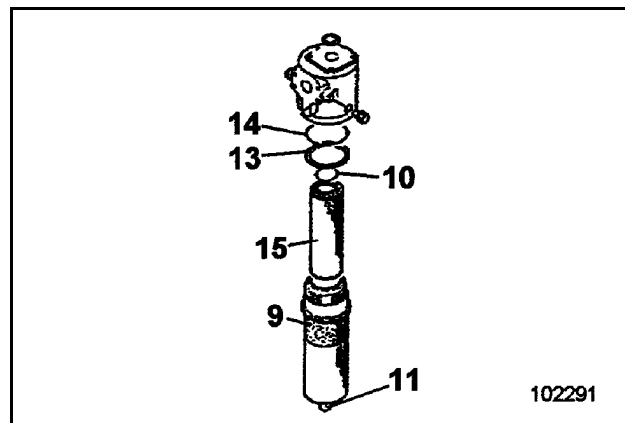

Fig. 3-81:
- Desenroscar el tornillo de purga (11, Fig. 3-81:) y purgar el aceite hidráulico de la caja de filtros (9). (poner por debajo de la caja de filtros un recipiente adecuado)
- Desenroscar la caja de filtros (9).
- Separar el elemento filtrante (15) de la espiga de sujeción dándole cuidadosamente una vuelta y sacar el elemento de la caja de filtros (9).
- Limpiar el elemento filtrante (15) en gasolina de lavado o petróleo. En caso de estar deteriorado el elemento filtrante (15), cambiarlo.
- Limpiar la caja de filtros (9, Fig. 3-81:) y las superficies de contacto en la cabeza de filtro con gasolina de lavado o petróleo.
- Insertar el elemento filtrante nuevo en la caja (9) y montarlo con anillos obturadores nuevos y ligeramente lubricados (10 y 14) y un anillo de soporte nuevo (13) en la cabeza de filtro.